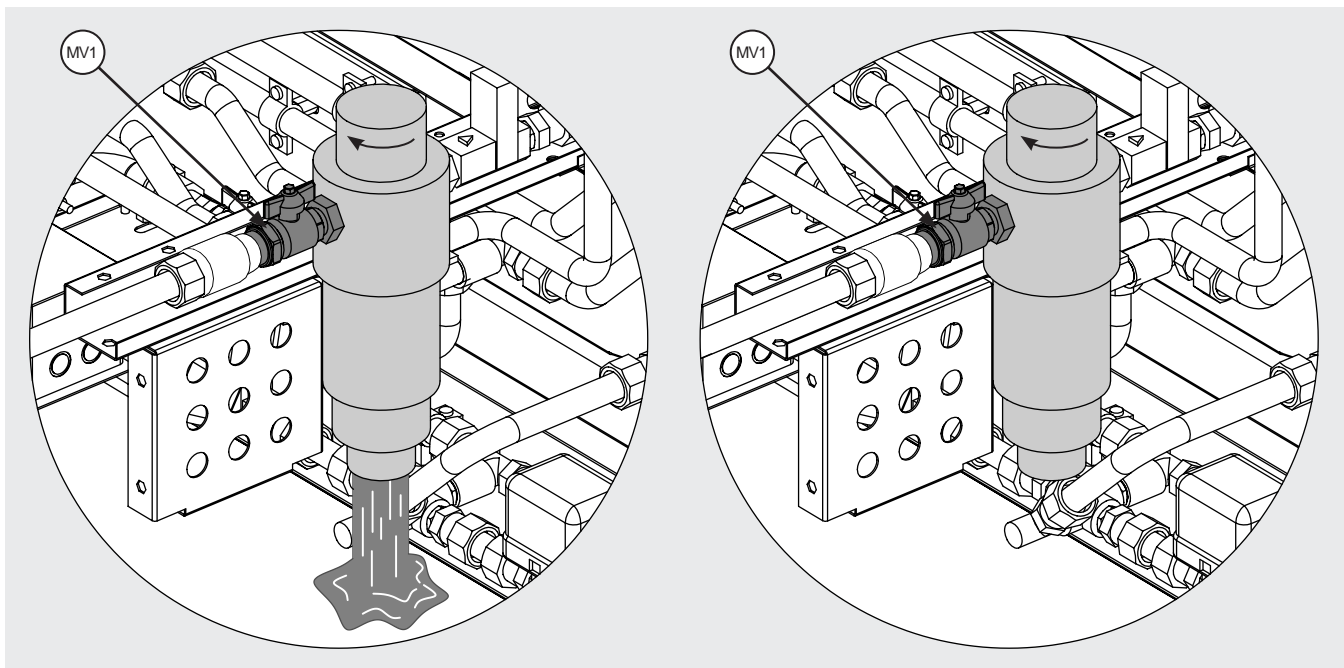

Abbildung 32
- 12.17.7 Vergewissern Sie sich, dass Leitungswasser zur Verfügung steht und dass das Handventil (MV1) vor dem Filter geöffnet ist, siehe Abbildung 32.
- 12.18.5 Vergewissern Sie sich, dass das Modell ausgeschaltet ist, wie in 12.1 - 12.4 beschrieben, und dass der adiabatische Kreislauf des Modells isoliert ist: Schließen Sie das Ventil (MV1) am Einlass, siehe Abbildung 32.
- 12.18.12 Öffnen Sie anschließend das zuvor geöffnete Ventil (MV1), siehe Abbildung 32.
- 12.22.10 Reinigen Sie den Wassereinlassfilter wie unter Punkt 12.17 beschrieben bei geschlossenem Ventil (MV1) (siehe Abbildung 32). Die Rückstände werden zusammen mit dem darin enthaltenen Wasser aus dem Filter abgelassen.